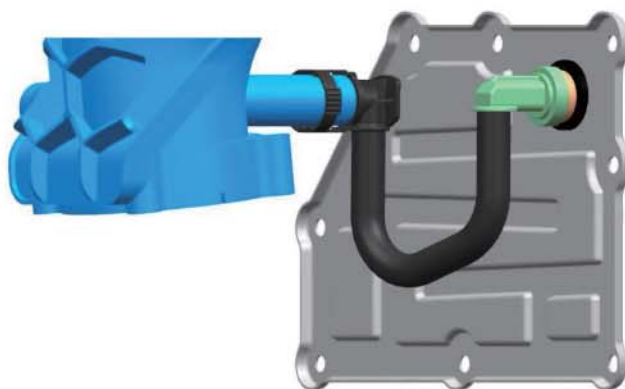

图 3.4
12、将 PCV 阀插入 PCV 阀密封圈，在快速接头内的 O 型圈表面涂抹适量机油，再将快速接头插入进气歧管相应接口处，如图 3.4 所示。